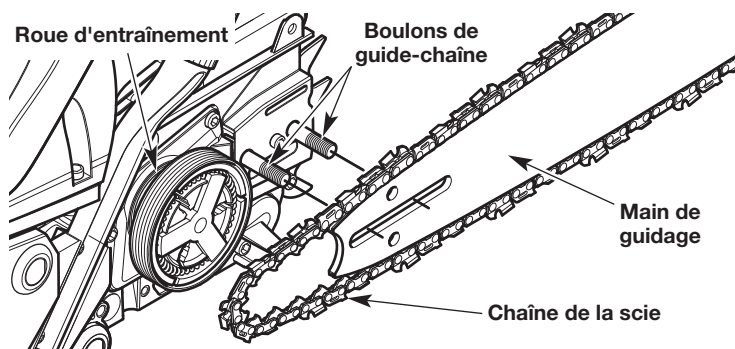

Fig. 31
5. Enlevez le guide-chaîne et la chaîne des boulons du guide-chaîne (Fig. 31).
3. Maintenez la chaîne et le guide-chaîne ensemble, en position sur l'appareil. Nouez la chaîne autour du pignon d'entraînement et installez le guide-chaîne sur les boulons du guide-chaîne (Fig. 31). Assurez-vous que le guide-chaîne est à plat contre la surface de montage. Assurez-vous que les méplats de la chaîne se trouvent dans les rainures sur le pignon d'entraînement.